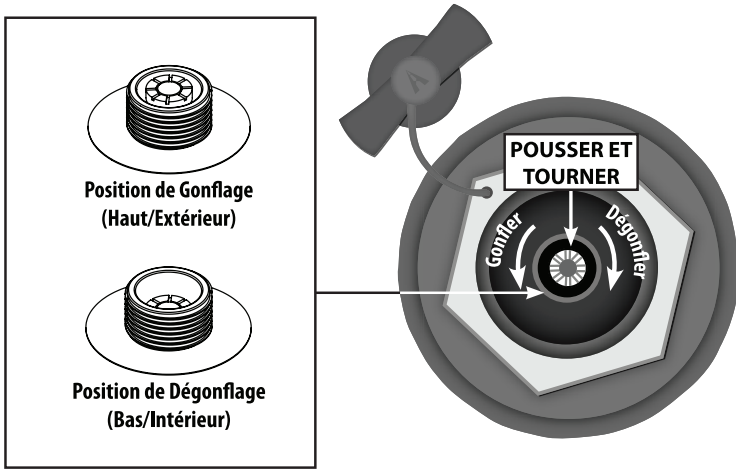

Figure 1. Gonflage/ Dégonflage Valve à ressort
2. Passez aux deux chambres principales et vérifiez que les valves à ressort sont en position de gonflage. Voir la figure 1 plus haut.
2. Du bout du doigt, poussez les tiges de chaque valve vers l'intérieur et faites-les pivoter en position de dégonflage. (Voir la figure 1.)